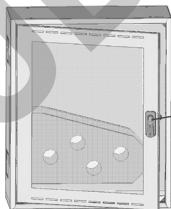

Рисунок 9
6) Необходимо обратно зафиксировать ручку в двери зафиксировав её двумя саморезами 4,2х13 мм в соответствующий паз в двери. (рисунок 9, 9а, 9б)
Рисунок 9 а
Рисунок 9 б